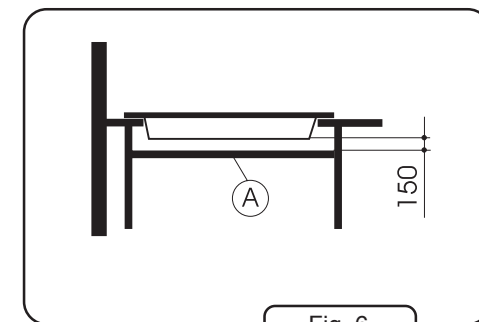

Fig. 6
7. Por debajo de la mesa de trabajo instale estante "A" (fig. 6), asegurando de esta forma que el usuario no toque por casualidad la placa caliente por la parte inferior. Una vez instalada la placa en la mesa de trabajo se fijará el estante.